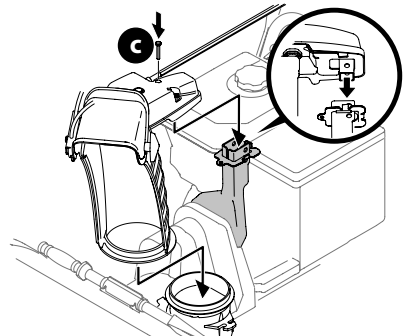

Figure 15
3. Placez la goulotte sur sa base en vous assurant que la tige de commande est placée sous le panneau de la poignée. Insérez le boulon (c) retiré à l'étape 1, mais ne le fixez pas avec l'écrou papillon. Voir (Figure 15).